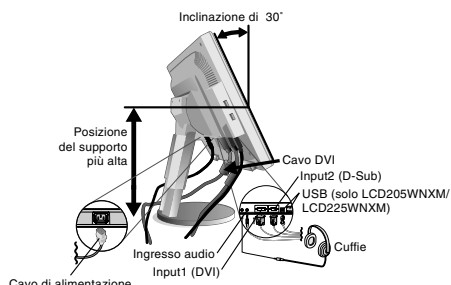
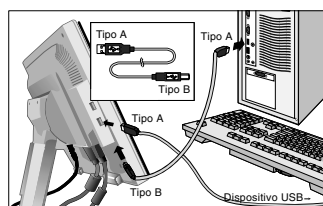

Figura B.1
Figura C.1
3. Appoggiare le mani su entrambi i lati del monitor per inclinare lo schermo LCD di 30° e alzarlo alla posizione più alta (**Figura B.1**).
4. Collegare tutti i cavi al connettore appropriato sul retro del monitor (**Figura B.1**). Utilizzando il cavo USB, collegare il connettore tipo B alla porta upstream USB sul lato inferiore del monitor e il connettore tipo A alla porta downstream sul computer (**Figura C.1**). Se può essere utilizzato il cavo dal dispositivo USB, utilizzare una delle porte downstream sul lato o sulla parte inferiore del monitor. Collegare le cuffie (non incluse) al connettore appropriato sulla parte posteriore del monitor, se lo si desidera (**Figura B.1**).